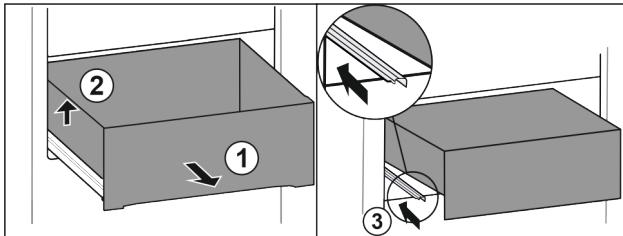

Fig. 71
- Vytiahnite zásuvku až na doraz. Fig. 71 (1)
- Nadvihnite zásuvku doľava. Fig. 71 (2)
- Zasuňte ľavú koľajničku. Fig. 71 (3)